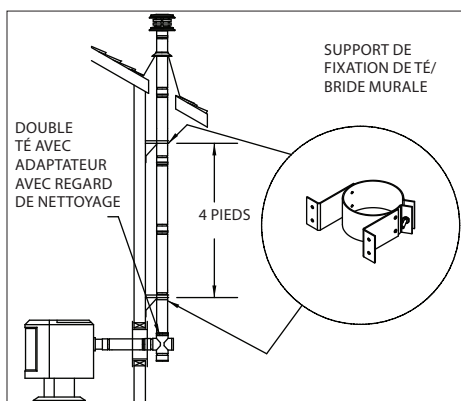

Figure 4
4. Si vous souhaitez faire une installation verticale extérieure et que la sortie du conduit de fumée est à l'arrière du poêle **Figure 4** :